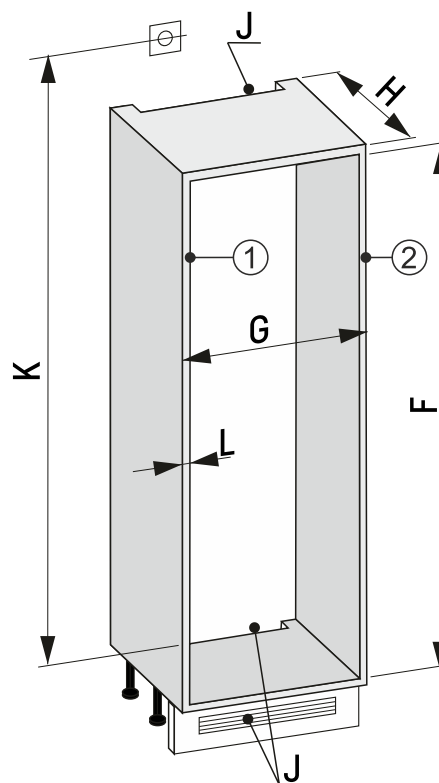

Fig. 88 Výklenek 30"
- Změřte tloušťku stěny nábytku Fig. 88 (L).